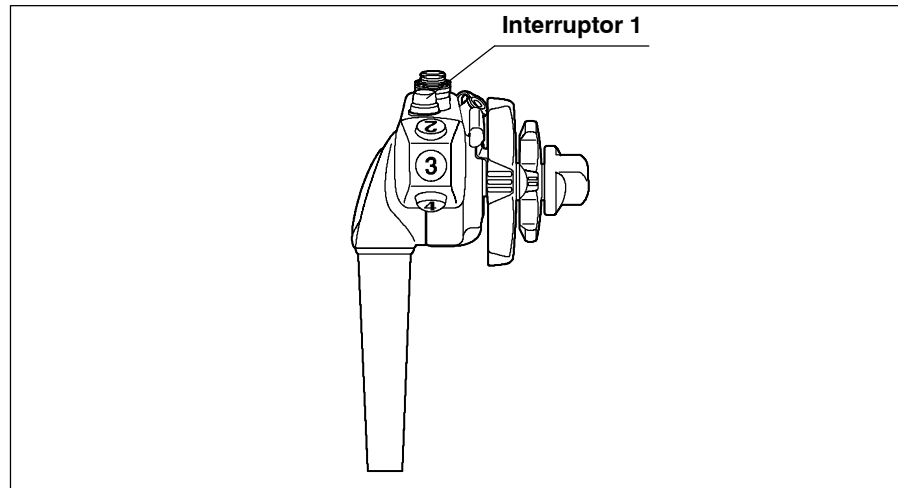

Figura 5.9
1. Pulse el interruptor 1 (Freeze) del control remoto del endoscopio para congelar la imagen endoscópica (ver figura 5.9).